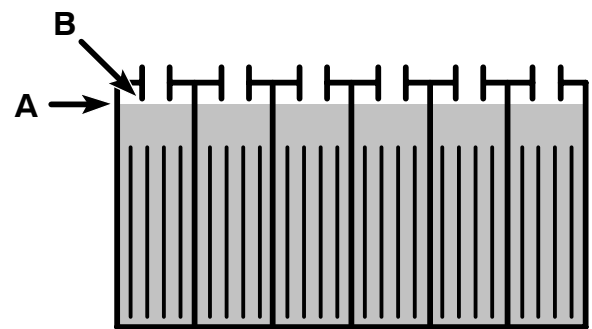

FIG. 43
3. Vérifiez le niveau d'électrolyte (A) dans chaque élément de batterie **après la mise en charge des batteries**. Le niveau doit se trouver environ à 1 cm du bord inférieur de l'orifice de remplissage (B). Ajoutez de l'eau distillée si nécessaire (Figure 43). **NE REMPLISSEZ PAS TROP.**